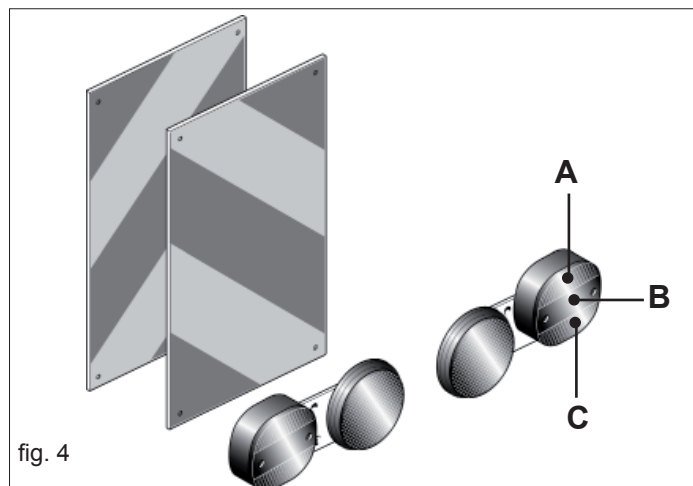

fig. 4
- 8) Lorsque les encombrements constitués par des équipements conduits ou semiconduits cachent la visibilité des dispositifs de signalisation et d'éclairage du tracteur, ceux-ci doivent être reproduits de façon adéquate sur les équipements, en respectant les normes du code de la route du pays en question. S'assurer que l'installation des phares fonctionne parfaitement lors de l'utilisation. On rappelle en outre que la séquence de signalisation correcte des feux prévoit (Fig. 4):